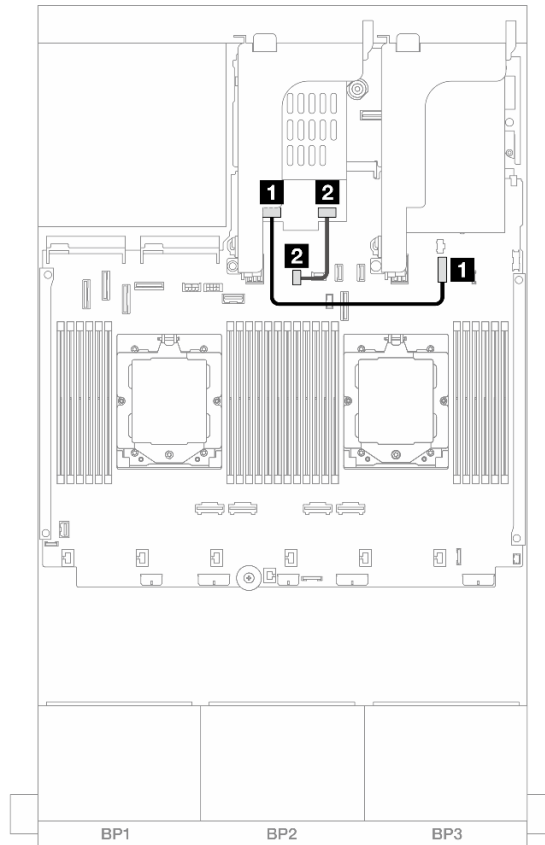

Figura 307. Roteamento de cabos NVMe
- Figura 307 "Roteamento de cabos NVMe" na página 321